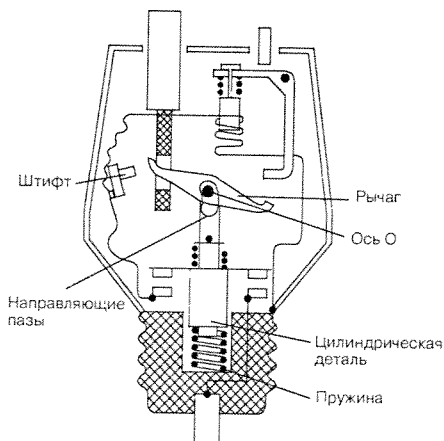

Рис. 22.6. Работа ПАР при значительной нагрузке
- штифт, связанный с пластиной, перемещается влево и переходит в положение, изображенное на рис. 22.6;